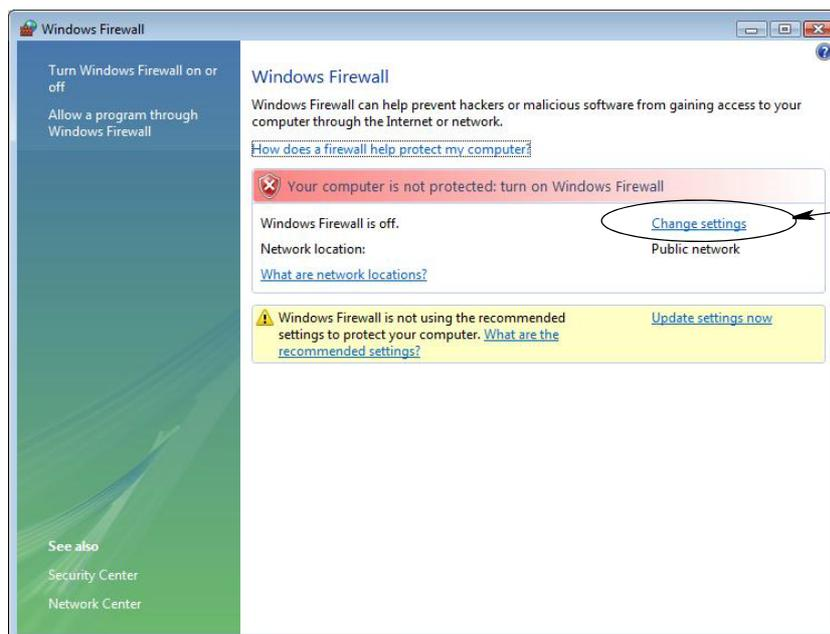

FIG. 27
2. Selezionare Modifica impostazioni (FIG. 27).